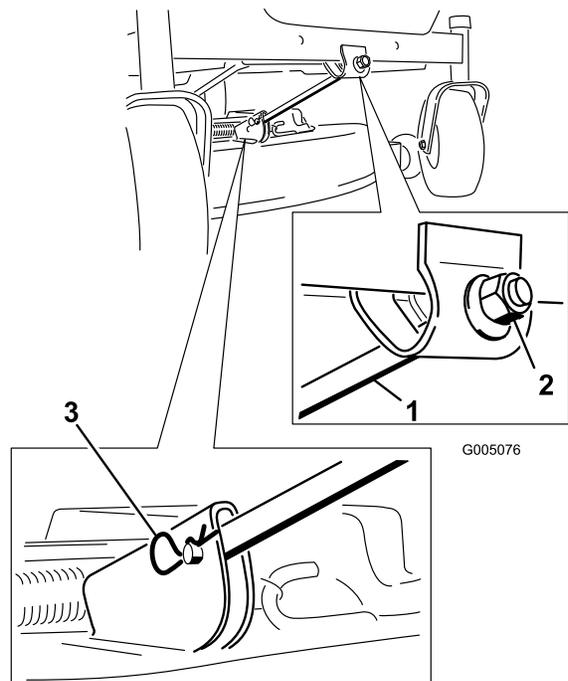

Bild 46
- Entfernen Sie den Splint und den Lastösenbolzen von der vorderen Stützstange (Bild 46). Lassen Sie die Vorderseite des Mähwerks vorsichtig auf den Boden ab.
6. Befestigen Sie die vordere Stützstange mit den Lastösenbolzen und Splints am Mähwerk (Bild 46).